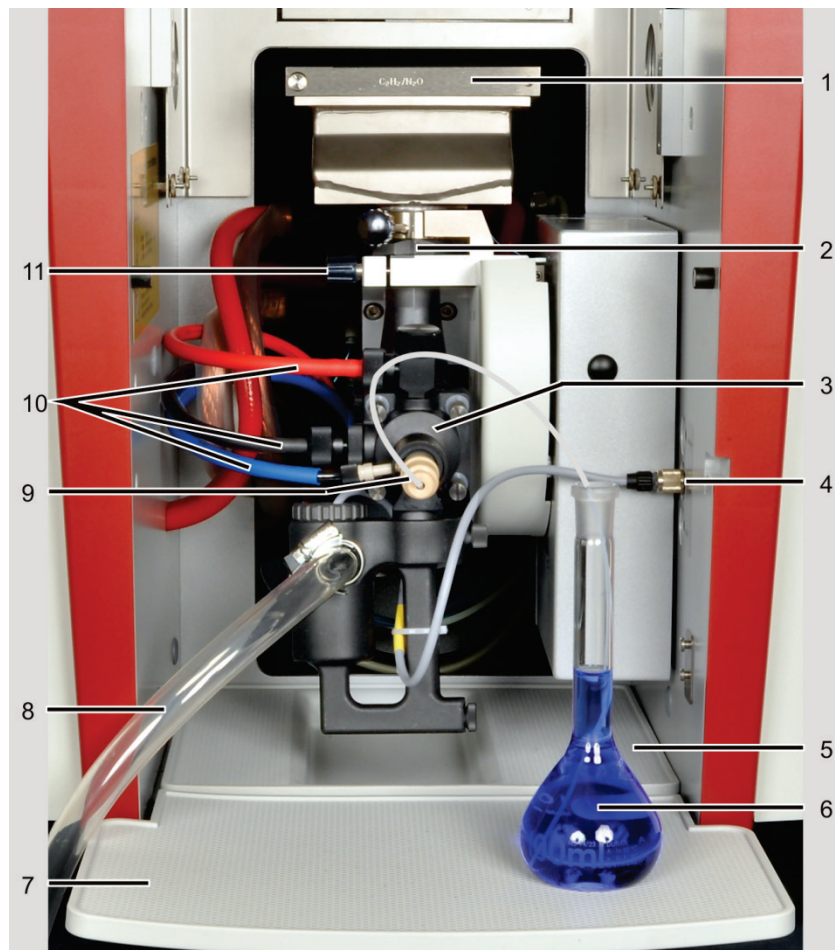

Abb. 43 Flammentechnik, manuelle Probenzufuhr
2. Sitz des Mischkammer-Zerstäuber-Systems in der Haltevorrichtung der Höhenverstellung prüfen. Der Teller des Mischkammerrohres muss aufliegen. Die Markierung am Mischkammerrohr muss über der Kante der Haltevorrichtung liegen (2 in Abb. 43).
8. Gasversorgung anschließen (10 in Abb. 43):